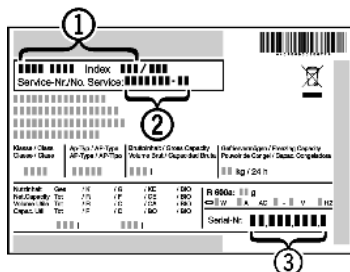

Fig. 16
- ▶ Leggere la denominazione dell'apparecchio Fig. 16 (1), il n° assistenza Fig. 16 (2) e il n° di serie Fig. 16 (3) sulla targhetta identificativa. La targhetta identificativa è situata all'interno dell'apparecchio, sul lato sinistro.
- ▶ Informare il servizio di assistenza e comunicare il difetto, la denominazione dell'apparecchio Fig. 16 (1), il n° assistenza Fig. 16 (2) e il n° di serie Fig. 16 (3).